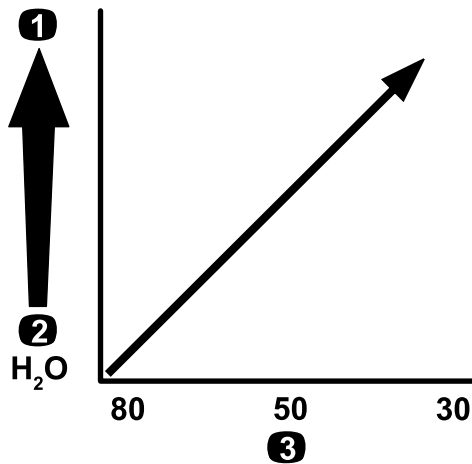

Figura 61
**Importante:** Cuando se fumiga con productos químicos de mayor viscosidad (más espesos) o soluciones de polvo humedecible, puede ser necesario utilizar una malla de filtro más abierta para el filtro de aspiración opcional; consulte la Figura 61.